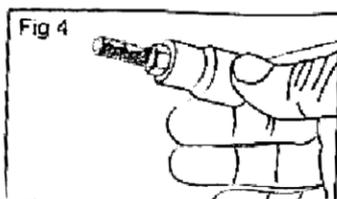

Fig 4
3. Après le retrait, l'écrou peut être coincé dans la douille. Utiliser le chasse goupille et un marteau pour extraire hors de la douille twist l'écrou coincé (fig. 4, 5 et 6).